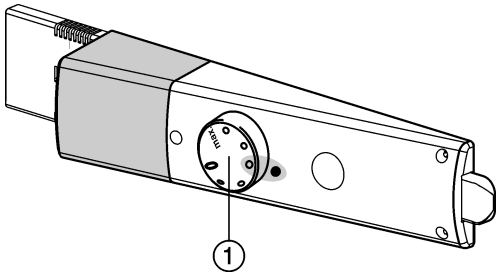

Fig. 2
- Girare il regolatore di temperatura Fig. 2 (1) verso destra dalla posizione 0 al punto 3.
- Girare il regolatore di temperatura Fig. 2 (1).